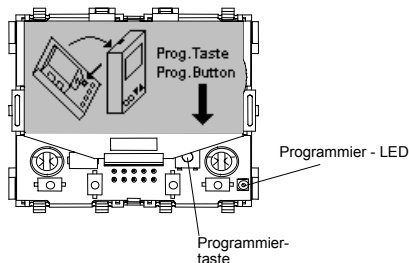

Bild 5: Lage der Programmier-taste und Programmier-LED, wird auch auf dem unparametrierten LCD angezeigt, wenn Busspannung anliegt.
- Programmieren Sie nun die physikalische Adresse. Die Lage der Programmier-taste und der Programmier-LED ist in Bild 5 dargestellt.